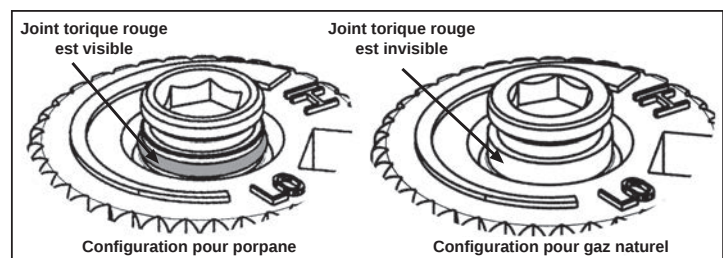

Figure 14: Joint torique sur la vis de soupape.
- Vérifiez que si la conversion est de GN à GPL, la vis doit être réassemblée avec le joint torique rouge visible (reportez-vous à la Figure 14). Si la conversion est de GPL à GN, le joint torique rouge de la vis ne doit pas être visible.